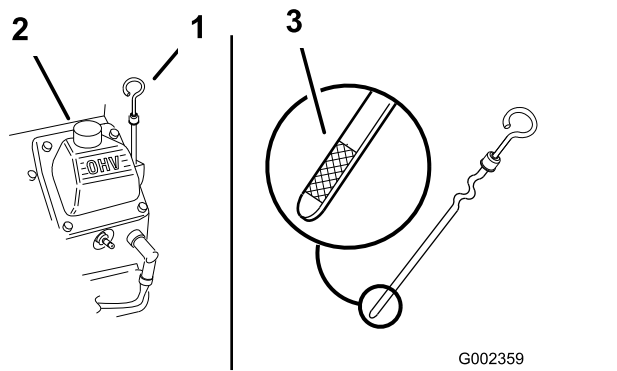

Bild 163
- Reinigen Sie den Bereich um den Öleinfüllstutzendeckel und den Peilstab (Bild 163).